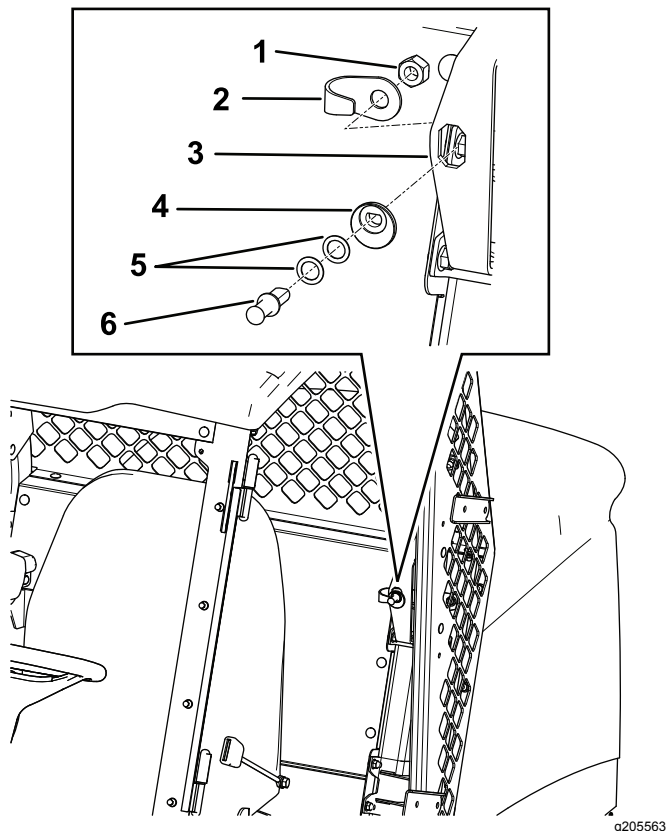

Figure 9
2. Placez la goupille de verrouillage devant l'ouverture de la gâche, à la position indiquée à la Figure 9.
3. Insérez la goupille de verrouillage (sans les rondelles pour commencer) dans la came correspondante (Figure 9).
4. Placez la goupille de verrouillage et l'écrou de blocage face à l'arrière de l'ouverture de la gâche (Figure 9).
5. Serrez l'écrou de blocage à la main sur la goupille de verrouillage (Figure 9).